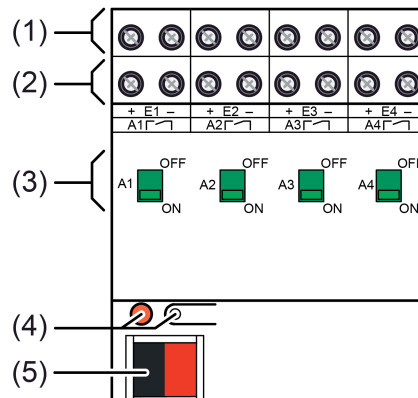

Figure 1: Conception de l'appareillage
L'état de commutation des relais est indiqué à l'avant de l'appareil par la position des interrupteurs coulissants (3) (figure 1). Les interrupteurs coulissants servent simultanément à la commande manuelle des sorties de relais. Pour les actionner, un outil approprié doit être utilisé (par ex. un tournevis plat étroit).